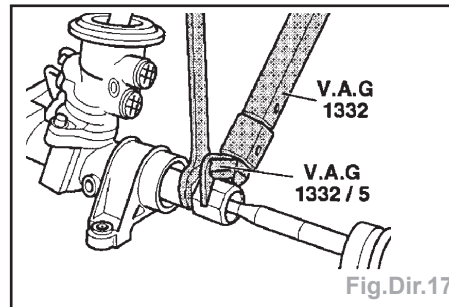

Fig.Dir.17
- Serrer le mécanisme dans un étau et dévisser la barre de direction (Fig.Dir.17).